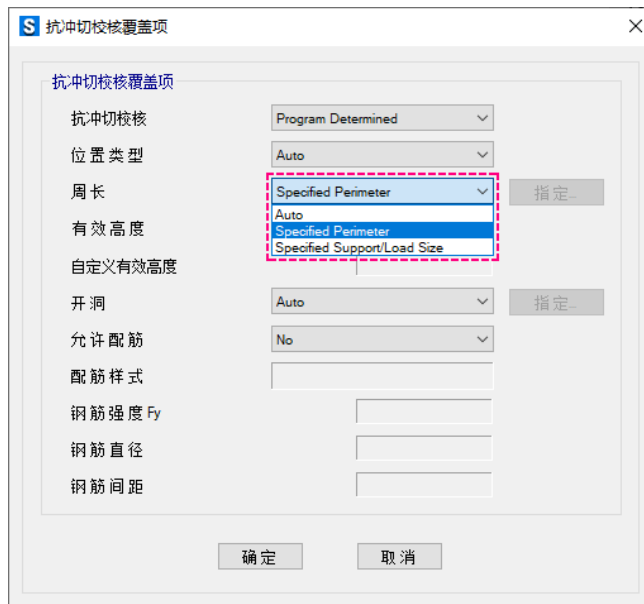

图4 抗冲切校核覆盖项
2) 桩宜采用“刚域结合点弹簧”的方式模拟。“短柱结合点弹簧”模拟桩相当于短柱和点弹簧串联，会使桩的刚度比实际刚度小，同时短柱的自重会导致计算冲切力时有偏差。建议通过刚域考虑承台与桩的连接，刚域的平面尺寸即换算得到的方桩尺寸（国标设计中圆桩应换算成方桩），厚度同承台。冲切校核中，程序识别点弹簧计算桩的冲切周长，而点弹簧的尺寸为零，所以需要在完成设计后，选择点弹簧节点，点击【设计>混凝土板/梁设计>查看/修改板冲切抗剪校核覆盖项】命令手动设置冲切周长（Specified Perimeter）或支座/荷载尺寸（Specified Support/Load Size），如图4所示。